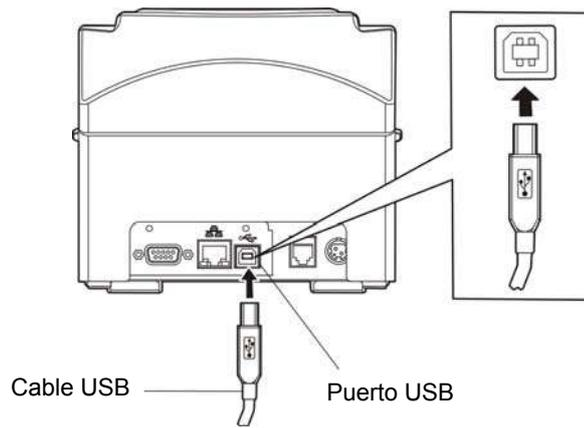

Figura 2-4 Conexión del cable USB
2. Conecte el extreme B del cable USB (conexión cuadrada) dentro del puerto USB de la impresora. (Figura 2-4)